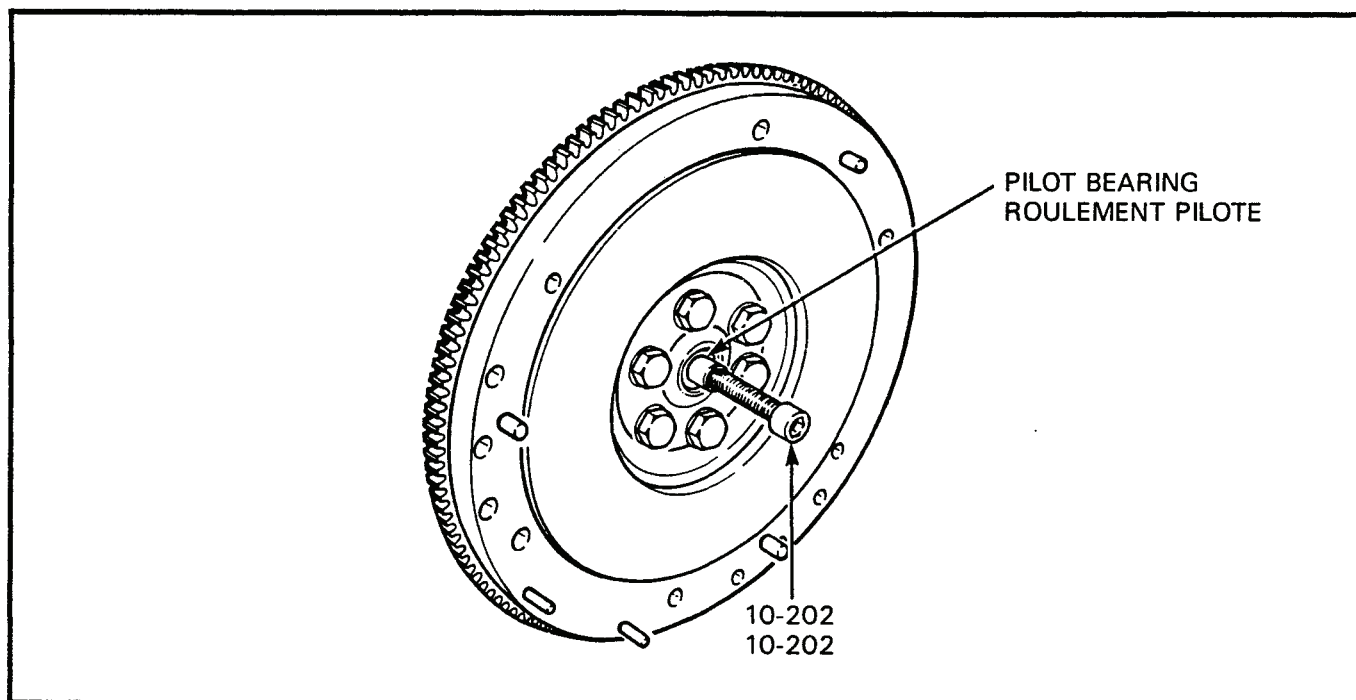

Figure 2-6-34 Removal of Crankshaft Pilot Bearing
- c. Using extractor 10-202, remove the pilot bearing from the crankshaft, see Figure 2-6-34.
- c. Au moyen de l'extracteur 10-202, enlever le roulement pilote du vilebrequin, voir figure 2-6-34.